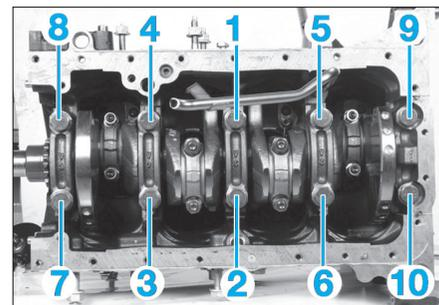

Fig. 76
- Monter et serrer les chapeaux de paliers de vilebrequin en respectant l'ordre et le couple de serrage prescrit (Fig.76).